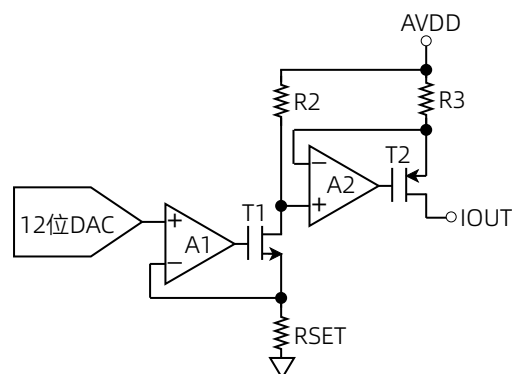

图 32 电压电流转换电路
来自 DAC 的电压输出被转换为电流（参见图 32），然后镜像到电源轨，以便实现相对于地的电流源输出。
- 由于负载开路或电源电压不足导致 IO_{UT} 端口电压上升超过合规电压时， $\overline{\text{FAULT}}$ 管脚将被激活。IO_{UT} 电流由一个 PMOS 晶体管和内部放大器控制（参见图 32）。PMOS 管栅端电压与内部放大器的地电位压差接近 1V 时触发报警。由于比较是在输出放大器的反馈回路中进行的，输出精度由其开环增益保证，并且在 $\overline{\text{FAULT}}$ 输出激活之前不会发生输出误差。
RSET 作为内部检测电阻，是电压到电流转换电路的一部分（参见图 32）。输出电流的温漂特性取决于 RSET 的温漂结果。为了提高输出电流温漂性能，可以在 CM7352 的 RSET 管脚上连接一个 15k Ω 的精密低温漂外部电阻，以代替内部电阻 (RSET)。可通过控制寄存器选择外部电阻（参见表 11）。